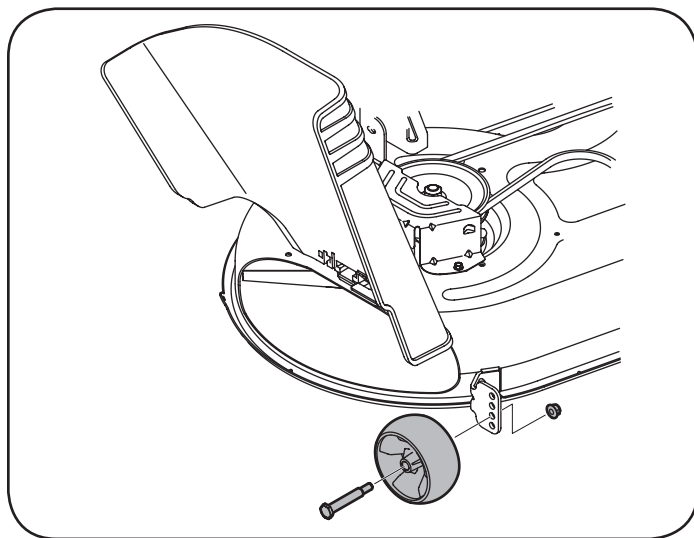

Figura 30
1. Ajustar las ruedas de cubierta mediante la eliminación de la tuerca de la brida y tornillo que sujeta el hombro de cada rueda y llevarlos a uno de los agujeros que permite que las ruedas para estar entre $\frac{1}{4}$ pulgadas y $\frac{1}{2}$ pulgada por encima del suelo cuando el tractor se encuentra en un suave, superficie plana, como un camino de entrada. Véase la Figura 30.